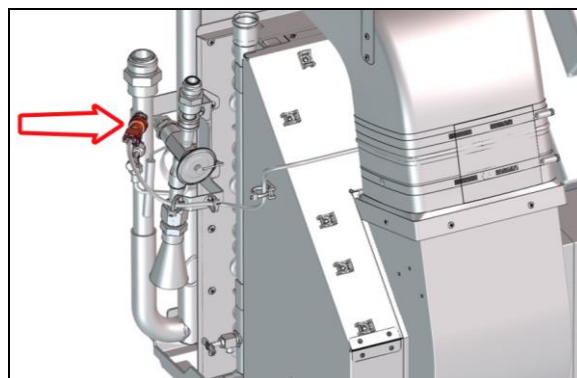

FIGURE 98: TRANSDUCTEUR BASSE PRESSION
6. Débrancher le transducteur basse pression (situé à côté de la vanne d'expansion sur le gros système CVC, Figure 98). Le système